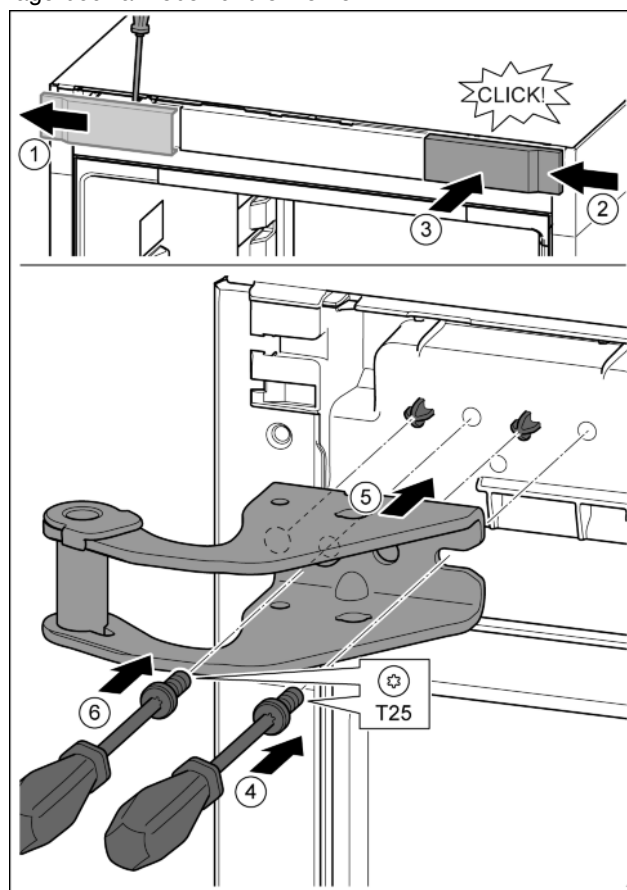

Fig. 9
- ▶ Abdeckung mit Hilfe eines Schraubendrehers lösen und seitlich abnehmen. Fig. 9 (1)
- ▶ Abdeckung um 180° gedreht auf der anderen Seite von rechts einhängen. Fig. 9 (2)
- ▶ Abdeckung einrasten. Fig. 9 (3)
- ▶ Schraube mit Schraubendreher T25 ansetzen. Fig. 9 (4)
- ▶ Oberen Lagerbock ansetzen. Fig. 9 (5)
- ▶ Schraube festdrehen. Fig. 9 (4)
- ▶ Schraube mit Schraubendreher T25 einsetzen und festdrehen. Fig. 9 (6)